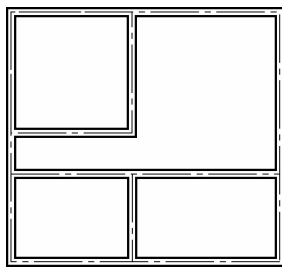

图 2-16 编辑墙线
- (4) 编辑墙线。选择“墙线”图层，执行“修改”→“对象”→“多线”命令，打开“多线编辑工具”对话框（此部分内容见 4.3.10），选择“T 型合并”等工具编辑墙线，结果如图 2-16 所示。绘制门窗和标注尺寸将在以后的单元中进行讲解。